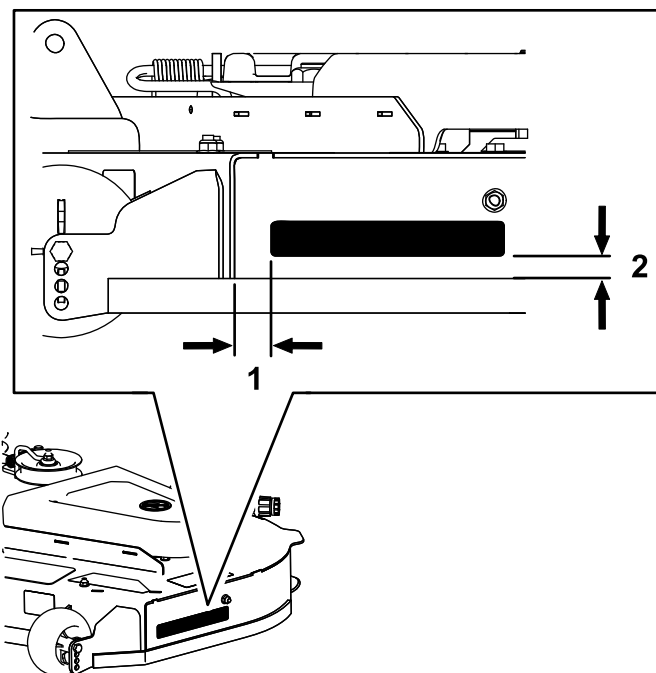

Figure 16
- Bringen Sie die Aufkleber an der in Figure 16 dargestellten Stelle am Mähwerk an.